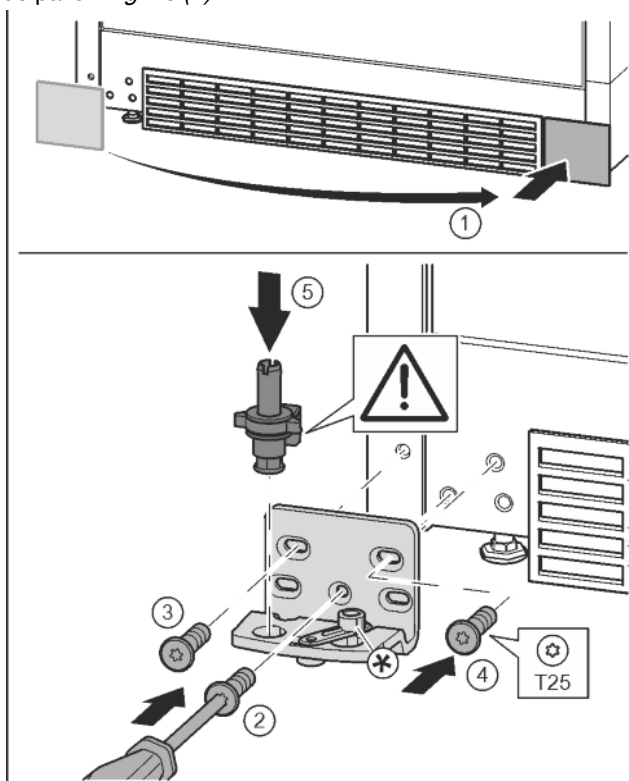

Fig. 17
- ▶ Enlever le cache et le mettre de l'autre côté. Fig. 17 (1)
- ▶ Poser le support de palier de l'autre côté et le visser à l'aide d'un tournevis T25. Commencer par la vis 2 en bas au milieu. Fig. 17 (2)
- ▶ Visser les vis 3 et 4. Fig. 17 (3, 4)
- ▶ Mettre en place l'axe de palier complet. Veiller à ce que l'ergot d'enclenchement soit orienté en arrière. Fig. 17 (5)